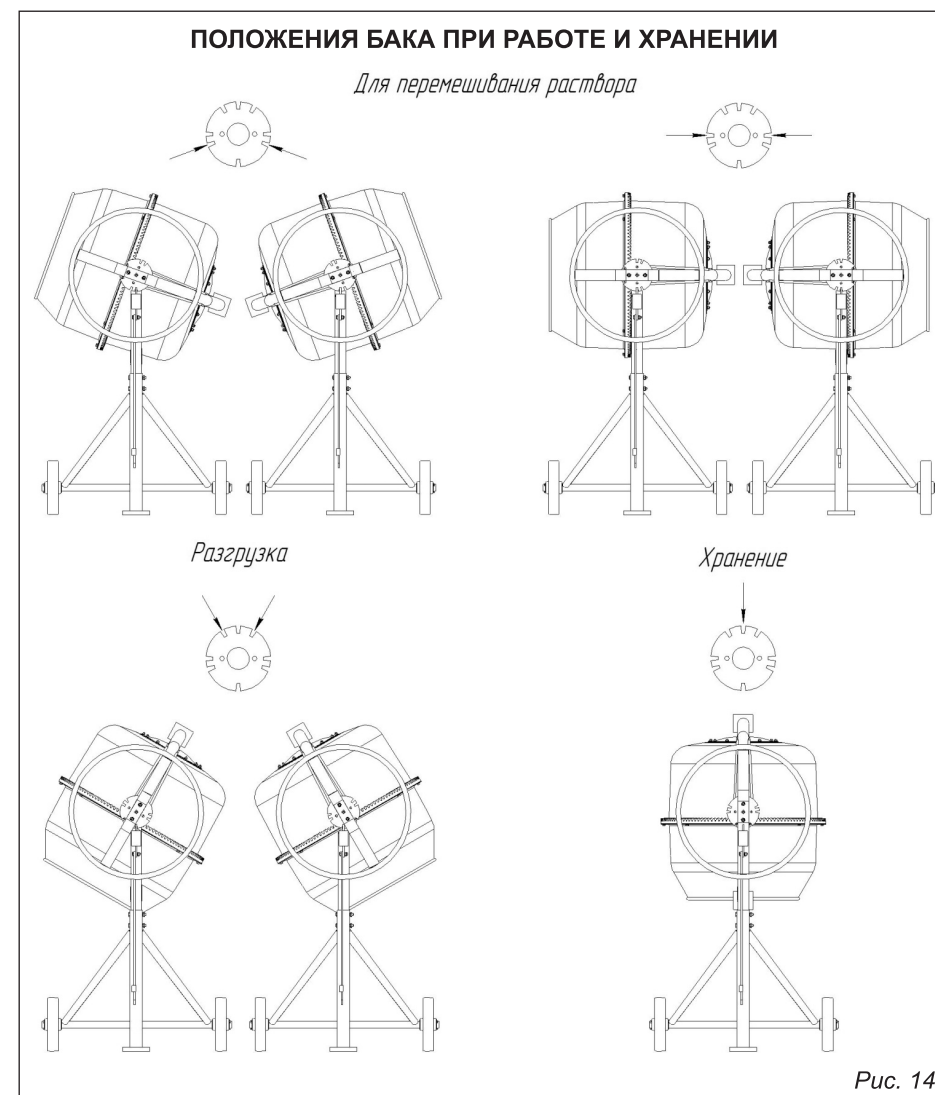

Рис. 14
7.1. Положения бака при работе и хранении (рис. 14)